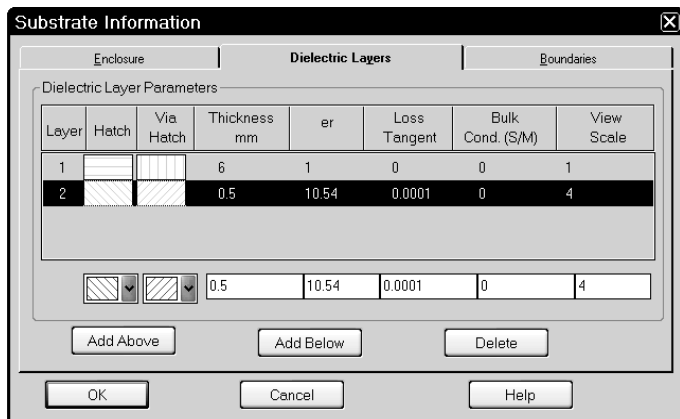

Рис. 3.8
2. Щёлкните по значку **Substrate Information** на панели инструментов. В открывшемся окне на вкладке **Enclosure** в поле **X-Dimension(mm)** введите **20**, в поле **X-Divisions** введите **200**, в поле **Y-Dimension(mm)** введите **5.9**, в поле **Y-Divisions** введите **118**. На вкладке **Dielectric Layers** для слоя **1** введите толщину **6**, для слоя **2** введите толщину **0.5**, диэлектрическую проницаемость **10.54**, тангенс потерь **0.0001** и масштаб просмотра **4** (рис. 3.8). Нажмите **OK**.